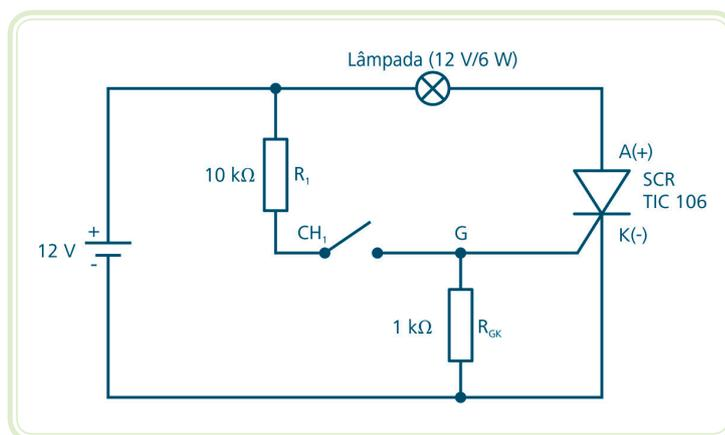

Figura 5.3: Circuito de gatilho
5.2 O gatilho (G)
Para que o SCR entre em condução, além de estar diretamente polarizado (anodo positivo em relação ao cátodo), um pulso de tensão positiva deve ser aplicado no gatilho (G), conforme o circuito da Figura 5.3.